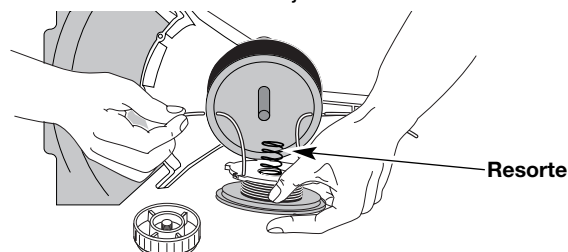

Fig. 38
13. Inserte los extremos de la línea a través de los ojillos de la bobina exterior y coloque el carrete interior con el resorte dentro de la bobina exterior (Fig. 38). Empuje el carrete interior y la bobina exterior entre sí. Mientras sostiene el carrete interior y la bobina exterior, tome los extremos y tire con firmeza para soltar la línea de las ranuras de fijación de la bobina.
5. Inserte los extremos de la línea en los ojalillos de la bobina exterior (Fig. 38).